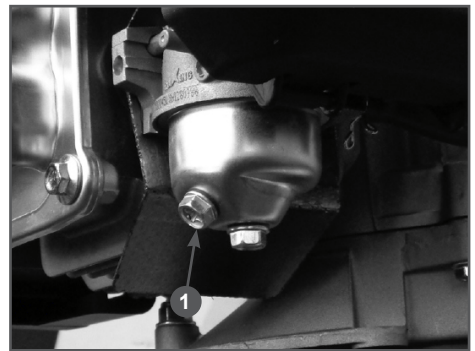

Рис. 19 Слив топлива из карбюратора
2. Открутите болт сливного отверстия (Рис. 19 п. 1) и слейте топливо из поплавковой камеры карбюратора.